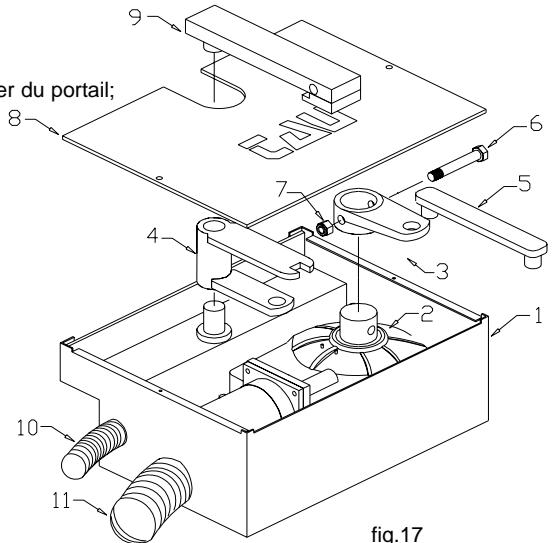

fig.17
- 2) infilare sul perno della cassa la leva del cancello (part 4 di fig.17) ;
- 3) infilare la leva del motoriduttore (part3 di fig.17) sull'albero di uscita e bloccare con vite e dado;
- 4) posizionare il coperchio (part 8 di fig.17);
- 2) den Torhebel auf den Zapfen des Kastens einsetzen (Detail 4 in Abb.17);
- 3) den Getriebemotorhebel (Detail 4 in Abb.17) auf die Ausgangswelle einstecken und mit Schraube und Mutter blockieren;
- 4) den Decken (Detail 8 in Abb.17) aufsetzen;
- 2) fit the gate lever (item 4 of fig.17) on the box's pin;
- 3) fit the gearmotor lever (item 3 of fig.17) on the output shaft and lock with screw and nut;
- 4) position the cover (item 8 of fig.17);
- 2) enfiler sur le pivot de la caisse le levier du portail (pos. 4 - fig.17);
- 3) enfiler le levier du motoréducteur (pos. 3 - fig.17) sur l'arbre de sortie et bloquer avec une vis et un écrou;
- 4) positionner le couvercle (pos. 8 - fig.17);
- 2) introduzca la palanca de la puerta en el perno de la caja (det. 4 de fig.17);
- 3) introduzca la palanca del motorreductor (det. 3 de fig.17) en el árbol de salida y bloquee con tornillos y tuerca;
- 4) monte la tapa (det. 8 de fig.17);